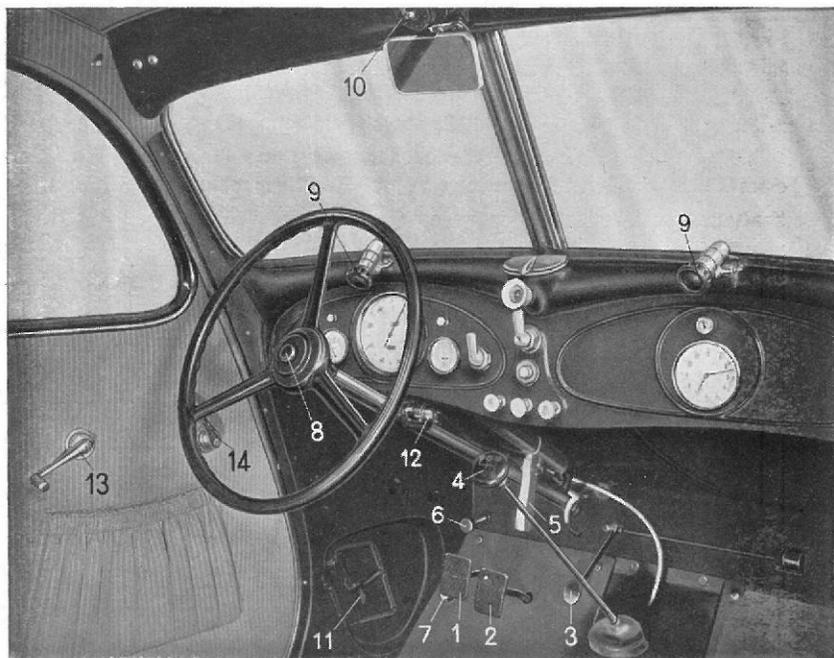

Bild 3. Bezeichnung der Bedienungshebel
10. **Anhalten des Wagens:** Man vermindere durch Zurückgehen mit dem Gasfußhebel (Bild 3) die Fahrgeschwindigkeit, kuppel kurz vor dem
Wird nun die Drosselklappe **V** in der Saugleitung durch den Gasfußhebel (Bild 3) oder durch den Knopf am Schaltbrett (Bild 16) geöffnet, so wird aus der Düse **G** entsprechend den jeweiligen Unterdruckverhältnissen im Ansaugrohr, die von der Motordrehzahl bestimmt sind, Kraftstoff gesaugt und das so gebildete Gemisch dem Motor zugeführt. Bei geschlossener Drosselklappe liefert die Leerlaufdüse **g** die für den Leerlauf des Motors erforderliche Kraftstoffmenge.